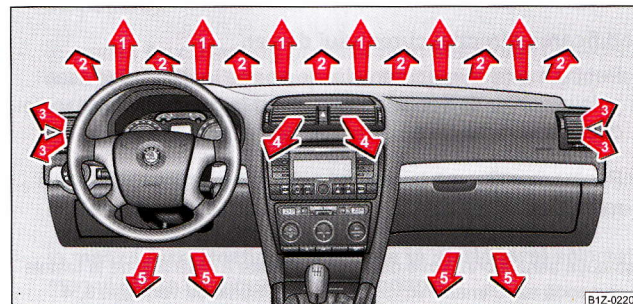
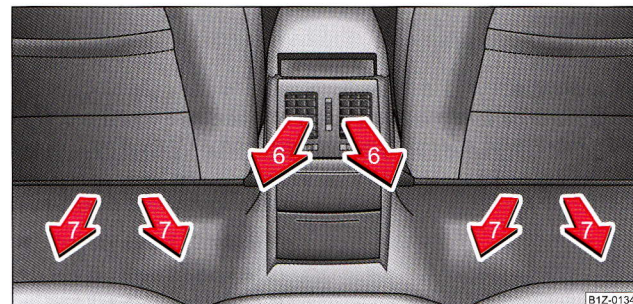

Fig. 123 Gurile de ventilație din față
Fig. 124 Gurile de ventilație din spate
- Reglați grilele de ventilație 3 și 4 astfel încât curentul de aer să fie îndreptat ușor în sus ⇒ pagina 133, fig. 123.
- Reglați gurile de ventilație **2** și **3** ⇒ **pagina 133, fig. 123** astfel încât curentul de aer să fie îndreptat ușor în sus.
Distribuția aerului prin gurile de ventilație poate fi reglată și de la tastele de comandă ale Climatronic ⇒ pagina 130. Gurile de ventilație **3**, **4** ⇒ **fig. 123** și **6** ⇒ **fig. 124** se pot deschide și închide separat.